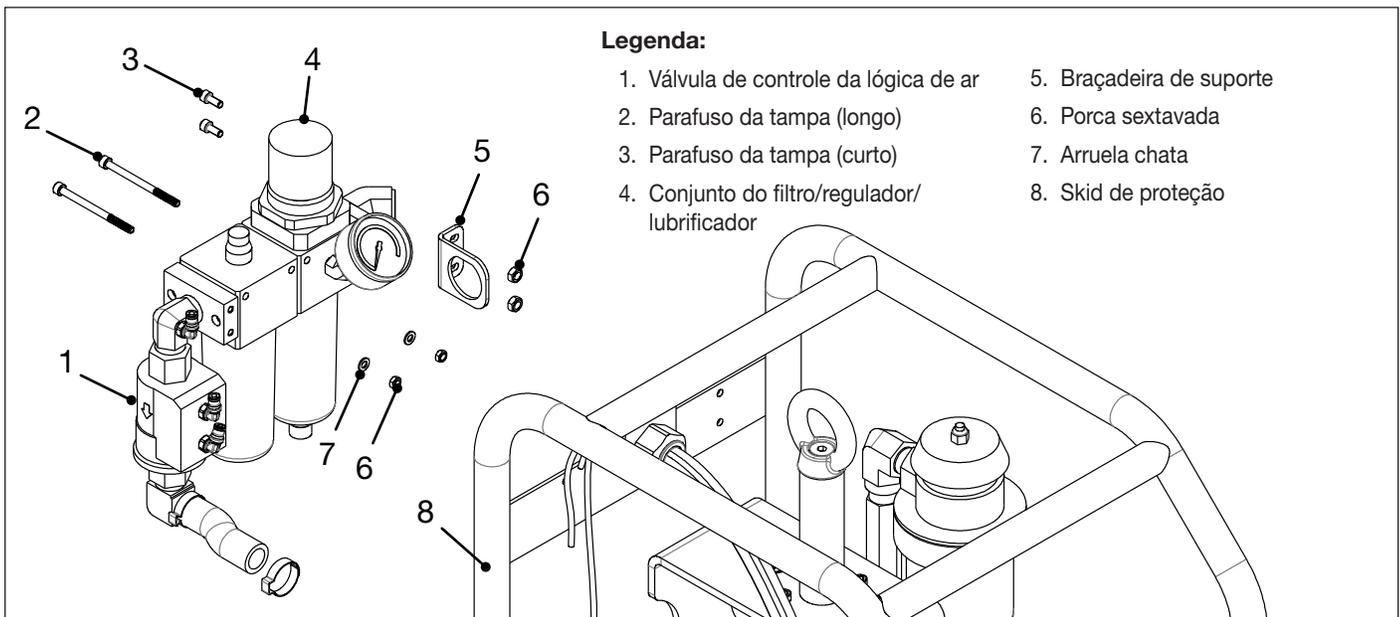

Figura 16: Filtro/regulador/lubrificador, válvula de controle lógico de ar e equipamento de montagem
4. Remova os dois parafusos de tampa segurando o conjunto de filtro/regulador/lubrificador na skid de proteção. Veja Figura 16.
5. Remova os dois parafusos de tampa segurando o suporte na skid de proteção. Veja Figura 16.
21. Prenda o conjunto de filtro/regulador/lubrificador no skid de proteção com dois parafusos, arruelas chatas e porcas sextavadas. Aplique selante de rosca Loctite 243 nas roscas do parafuso e aperte em 6,2-7,3 Nm [55-65 in-lbs]. Veja Figura 16.
22. Prenda o suporte no skid de proteção com dois parafusos e porcas sextavadas. Aplique selante de rosca Loctite 243 nas roscas do parafuso e aperte em 6,2-7,3 Nm [55-65 in-lbs]. Veja Figura 16.